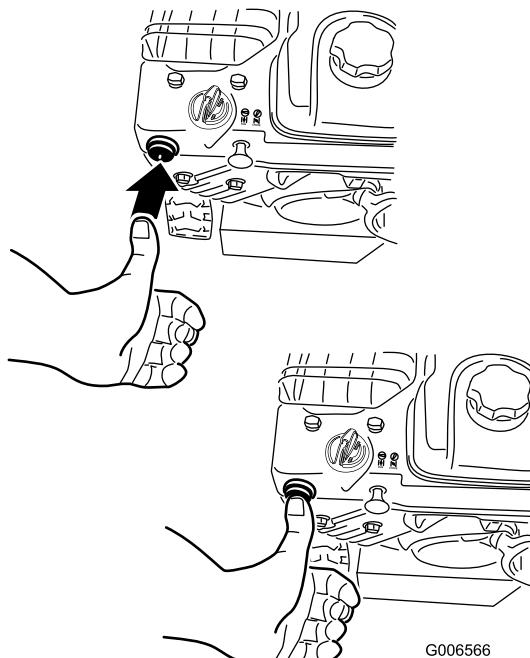

Figure 26
4. Avec le pouce, appuyez fermement sur l'amorceur à 2 reprises (à partir de -9°C) ou à 4 reprises (en dessous de -9°C), en marquant une pause d'une seconde chaque fois (Figure 26).